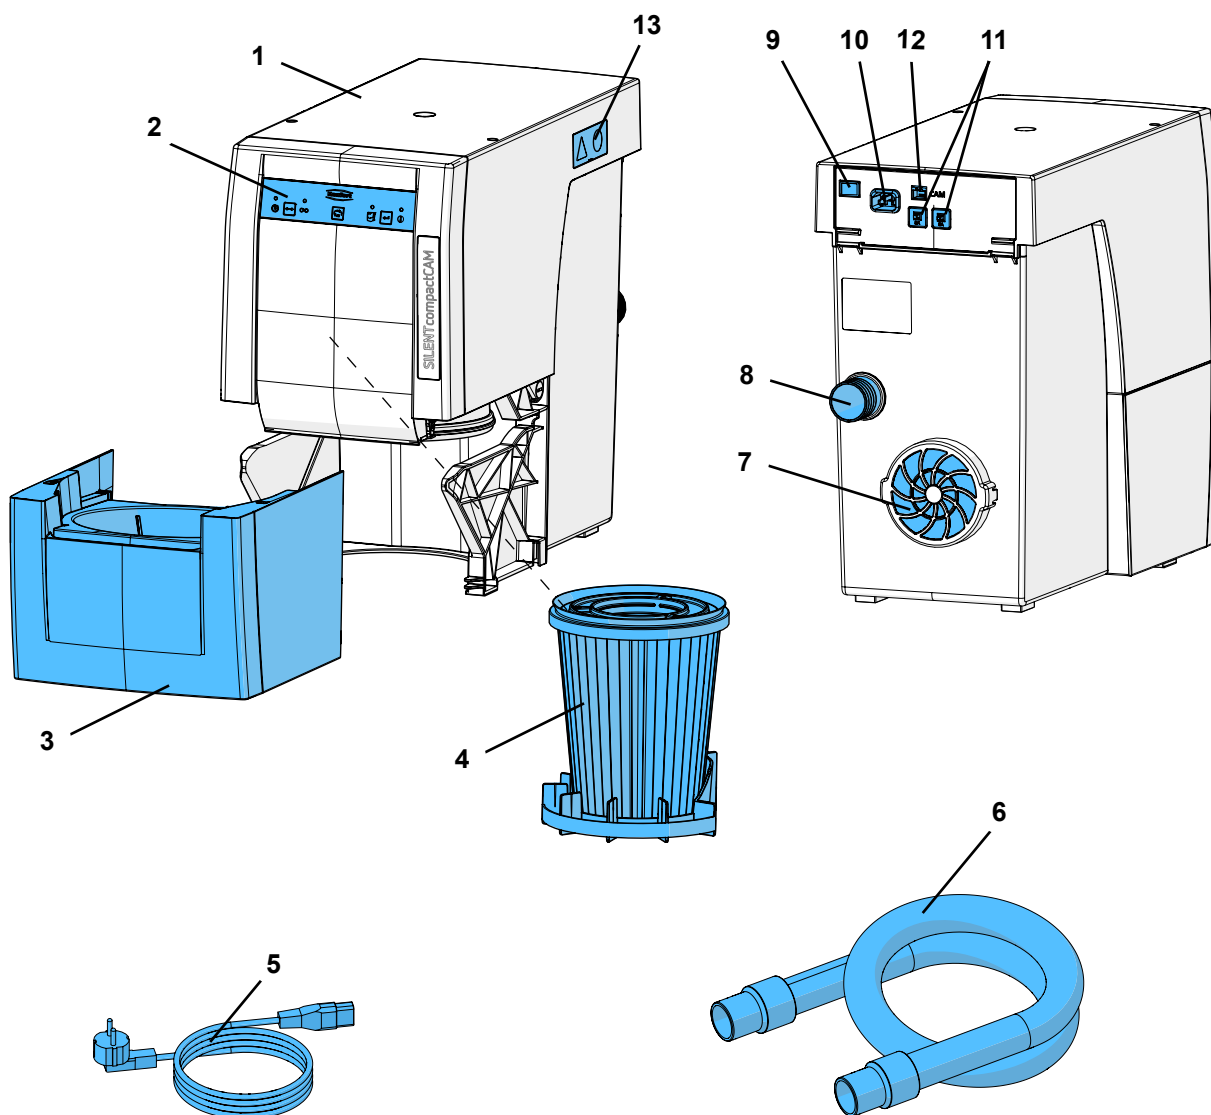

Fig. 1
- L'evacuazione dell'aria di scarico (7, Fig. 1) non sia ostacolata.
- Apertura sul lato posteriore dell'armadio, misure min. 250 x 120 mm, direttamente davanti all'uscita dell'aria (7, Fig. 1).
⇒ Collegare il cavo di alimentazione (5, Fig. 1) alla presa (10).
⇒ Inserire il tubo di aspirazione (6, Fig. 1) sul bocchettone di aspirazione (8).